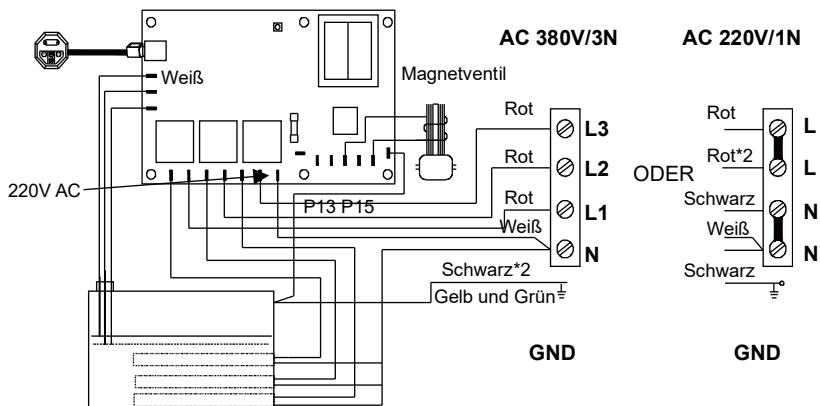

Abbildung 5: Anschlussplan des Dampfgenerators
5. Die Abbildung zeigt den Anschlussplan für den Controller der ST-Serie. (Abbildung 5)